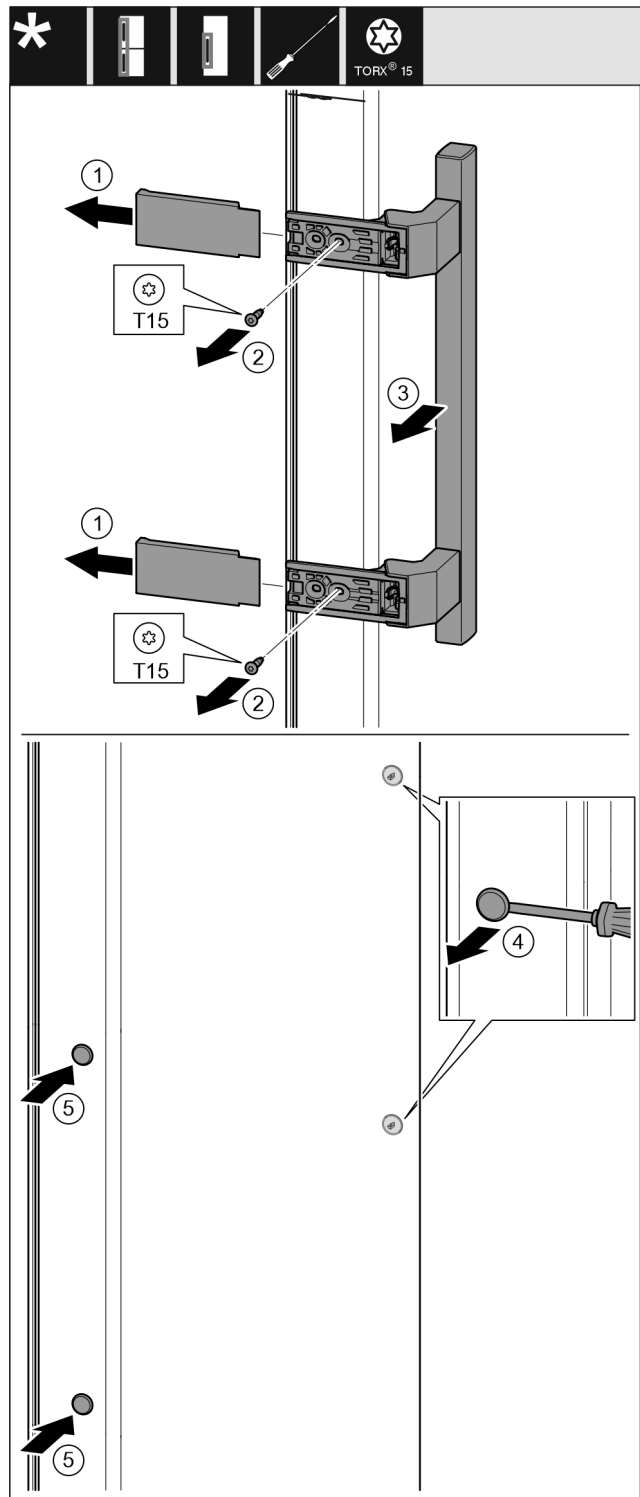

Fig. 11
- ▶ Stáhněte kryt. Fig. 11 (1)
- ▶ Šroubovákem Torx 15 vyšroubujte šrouby. Fig. 11 (2)
- ▶ Sejměte madlo. Fig. 11 (3)
- ▶ Postranní zátku opatrně plochým šroubovákem nadzvedněte a vytáhněte. Fig. 11 (4)
- ▶ Zátku opět vložte na druhé straně. Fig. 11 (5)